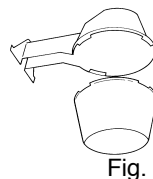
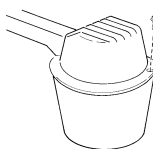

Fig. 8
Fig. 9
Paso 3: Conecte el ensamblaje de vidrio al alojamiento alineando cuidadosamente las ranuras en el vidrio con las lengüetas en el alojamiento. Inserte cuidadosamente las ranuras sobre las lengüetas y dele vuelta al vidrio en sentido de las agujas del reloj hasta que éste quede asegurado en el lugar (Fig. 8). Ubique el tornillo de seguridad de ensamblaje del lente en la bolsa de accesorios. Coloque este tornillo en el agujero de tornillo ubicado en la parte superior del frente del portalámparas (Fig. 9). Apriete el tornillo para sostener el lente en su lugar.